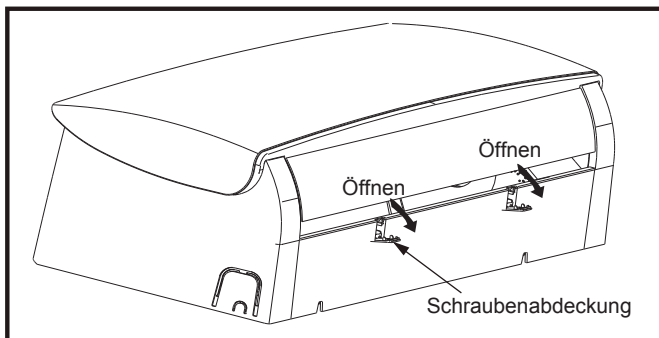
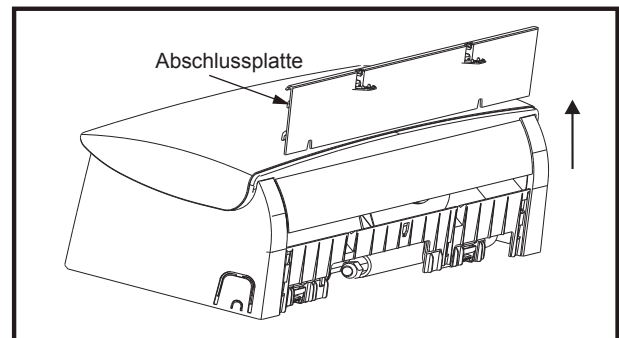

Abb. 8
Abb. 9
- Öffnen Sie die Schraubenabdeckung wie in Abb. 8 gezeigt, und entfernen Sie die Schraube. Dann entfernen Sie die Abschlussplatte wie in Abb. 9 gezeigt.